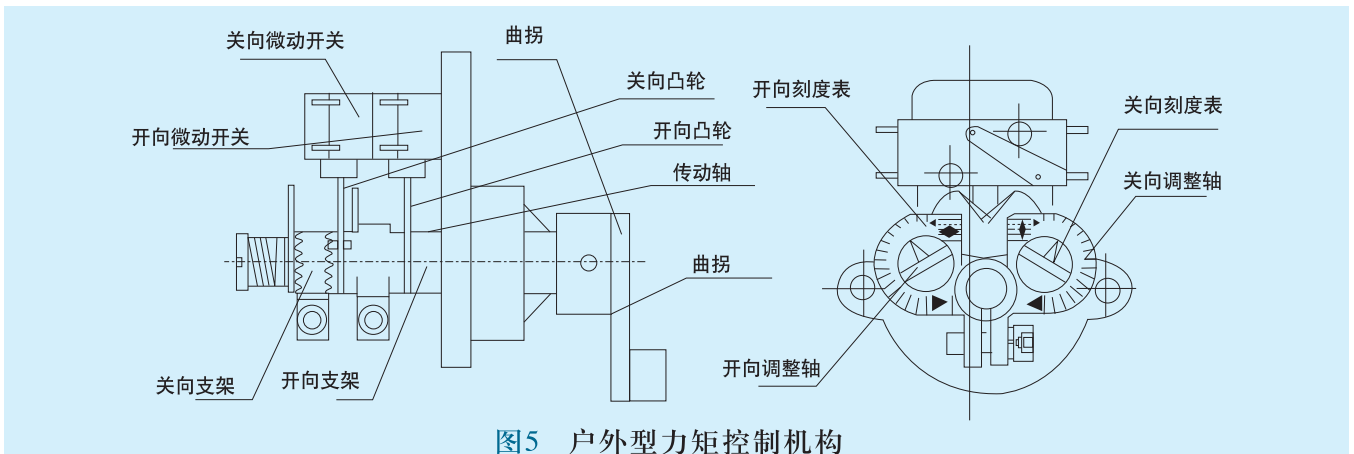
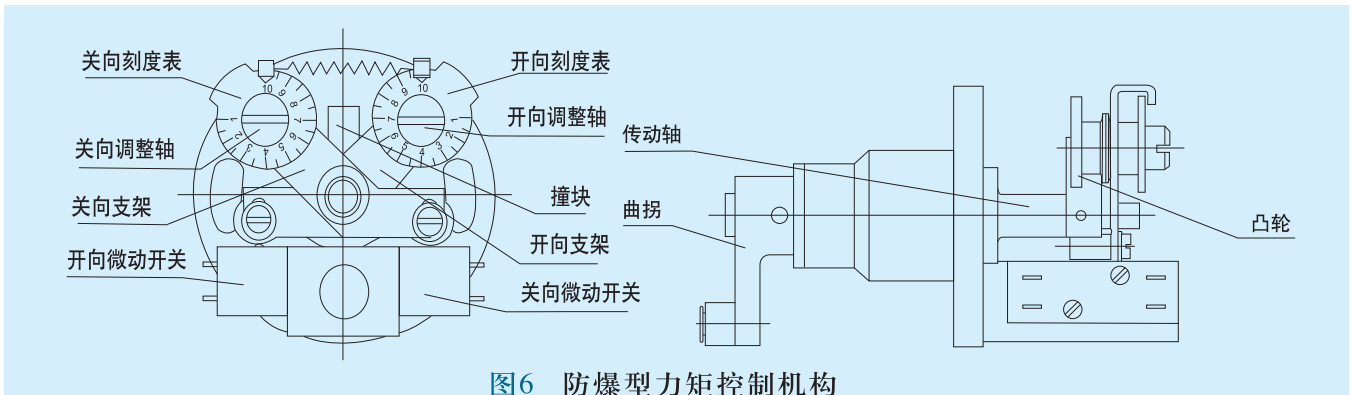

图5 户外型力矩控制机构
图6 防爆型力矩控制机构
5.3 力矩 控制机构：结构见图5、图6。当输出轴上受到一定转矩后，蜗杆除旋转外还产生轴向位移，带动曲拐，曲拐直接（或通过撞块）带动支架产生角位移。当输出轴上的转矩增大到整定转矩时，则支架产生的位移量使微动开关动作，从而切断电机电源，电动机停转。以此实现对电动装置输出转矩的控制，达到保护电动阀门的目的。
7.1力矩控制机构的调整（参见图5、图6）